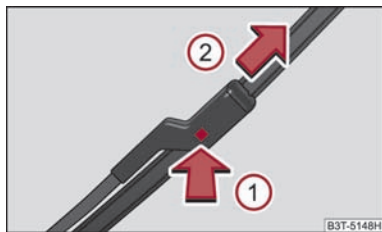

Abb. 65 Wischerblatt für Frontscheibe
- Drücken Sie die Sicherung ① ⇒ Abb. 65 um das Wischerblatt zu entriegeln und ziehen Sie es in Pfeilrichtung ② ab.